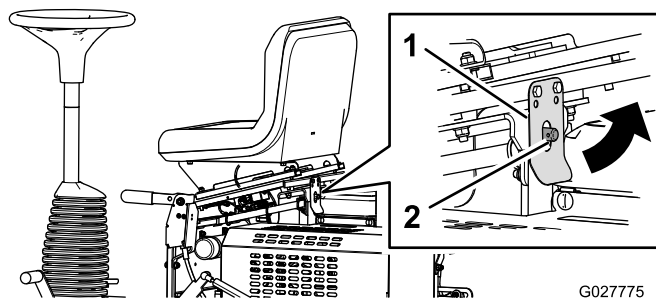

Рисунок 33
2. Оттяните защелку сиденья и наклоните сиденье вперед (Рисунок 33).